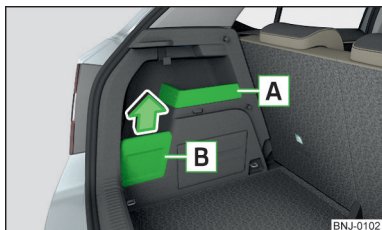

Fig. 85
- Dacă este posibil, așezați bagajul agățat pe cârlig în compartimentul de depozitare **B** » fig. 85 la pagina 88, în caz contrar există pericolul deteriorării capacului compartimentului de depozitare.
- Dacă pe cârlig se agață un bagaj cu o greutate mai mare, decât 2,5 kg, vă recomandăm să detașați capacul compartimentului de depozitare **B** » fig. 85 la pagina 88, în caz contrar există pericolul deteriorării capacului compartimentului de depozitare.
Compartimentele de depozitare » fig. 85
➤ Scoateți capacul compartimentului de depozitare **B** în sensul săgeții » fig. 85.
Compartimentul de depozitare **A** » fig. 85 este adecvat depozitării obiectelor mici cu o greutate totală de până la 1,5 kg.